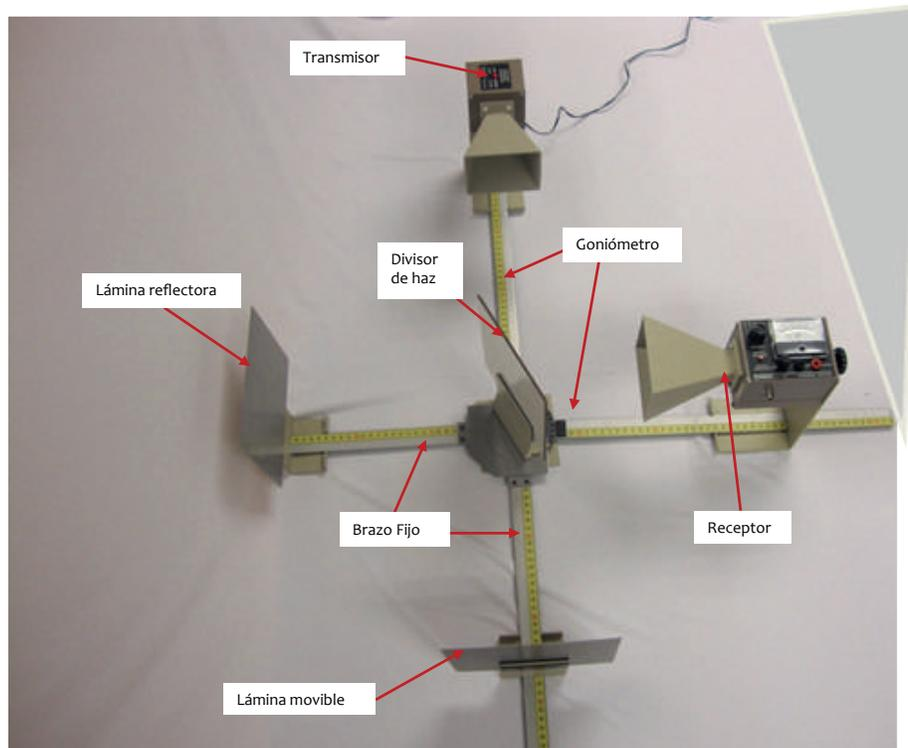

Figura 6.13. Medición de longitud de onda con equipo de microondas
p) Arme el dispositivo como se muestra en la figura 6.13.